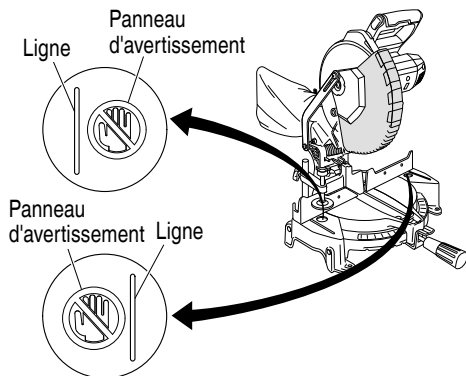

Fig. 21
- Ne jamais amener les membres à l'intérieur de la ligne à côté du signe d'avertissement pendant que l'outil fonctionne. Cela pourrait être dangereux (voir Fig. 21).